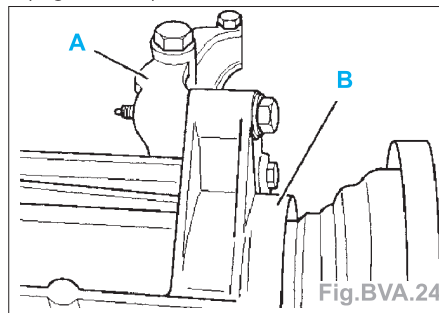

Fig.BVA.24
- Déposer le support de boîte (**A**) du moteur et du carter de roulement (**B**) (Fig.BVA.24).